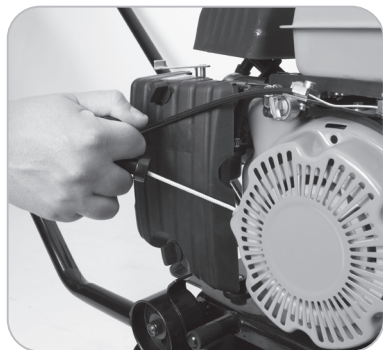

Fig. 10
- Use la otra mano para agarrar el asa del arranque de cuerda. **(Fig. 10)**